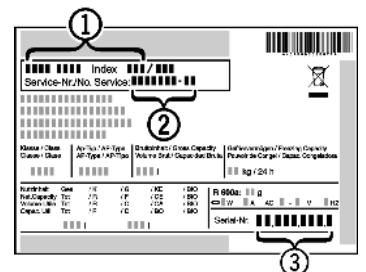

Fig. 9
- ▶ Leggere la denominazione dell'apparecchio Fig. 9 (1), il n° assistenza Fig. 9 (2) e il n° di serie Fig. 9 (3) sulla targhetta identificativa. La targhetta identificativa è situata all'interno dell'apparecchio, sul lato sinistro.
- ▶ Informare il servizio di assistenza e comunicare il difetto, la denominazione dell'apparecchio Fig. 9 (1), il n° assistenza Fig. 9 (2) e il n° di serie Fig. 9 (3) .